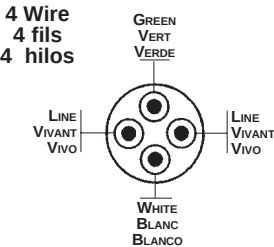

Fig. 1
1. Choisir l'extrémité du cordon dont l'arrangement des couleurs des conducteurs correspond à celui des bornes comme indiqué à la fig. 1.